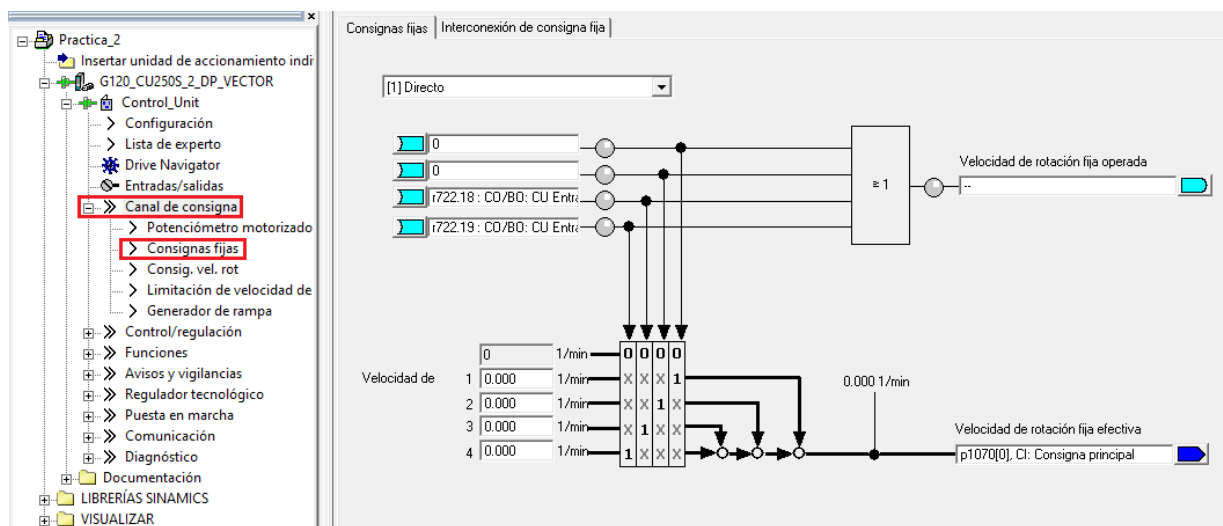

Figura 41: Consignas fijas
- 17) Finalmente se debe asignar las consignas de velocidad para el motor, para ello hacer doble clic sobre “Canal de consigna” y luego sobre “Consignas fijas” (ver Figura 41).